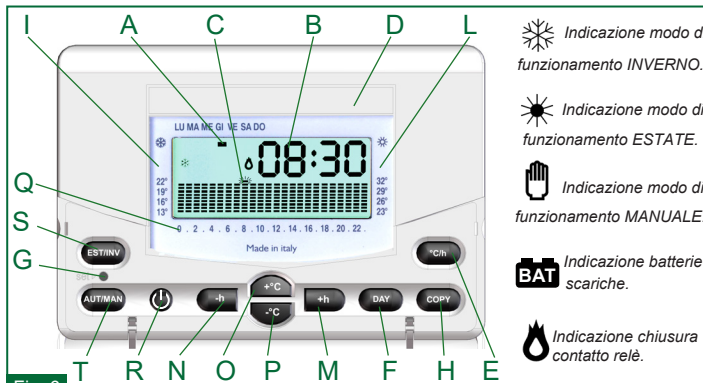

Fig. 6
- Premendo il tasto **DAY** (F in Fig.6) si passa al giorno seguente visualizzando il programma memorizzato (se non esiste verrà visualizzato il grafico standard) che potrà essere modificato come descritto precedentemente.
Per uscire dalla funzione **COPY** attendere qualche secondo senza premere alcun tasto. Terminata la programmazione dell'intera settimana non resta che aggiornare l'ora ed il giorno premendo, mediante uno strumento appuntito, il tasto a scomparsa **SET**. (Fig.6).
Con il tasto **SET** (G in Fig.6) si potranno aggiornare l'ORA, i MINUTI e il GIORNO.
Da questo momento il cronotermostato **Easy 503** inizia il suo regolare funzionamento indicando ogni inserimento del carico (riscaldamento o condizionamento) mediante l'accensione del simbolo della fiamma sul display (Fig.6).
Premendo il tasto **AUT/MAN** (Fig.6) il cronotermostato entra nel funzionamento manuale spegnendo il grafico (che rimane memorizzato) e accendendo il simbolo della mano (Fig.6). Ora il cronotermostato **Easy 503** si comporta come un semplice termostato ambiente dove la regolazione avviene impostando la temperatura con i tasti **+°C** e **-°C** (O, P in Fig.6). La temperatura impostata, leggibile sul display, verrà mantenuta fino a che non si uscirà dal funzionamento manuale, ripremendo il tasto **AUT/MAN** (modo di funzionamento automatico).
Premendo il tasto **ON/OFF** (R in Fig.6) si spegne il cronotermostato.
Nel caso ci fosse la necessità di annullare il programma inserito (per esempio dopo una prova di programmazione) premere contemporaneamente i tasti **AUT/MAN** e **COPY** (T, H in Fig.6) per circa due secondi; **Easy 503** riparte con l'inizializzazione descritta in precedenza.